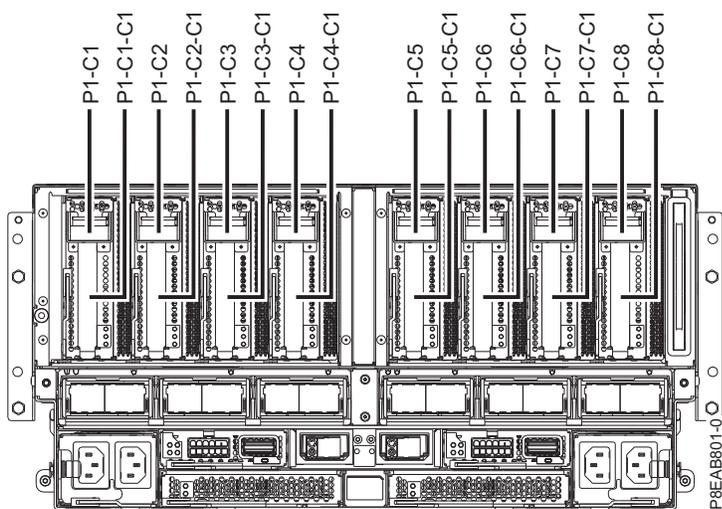

Figura 37. Localizações de ranhuras de adaptadores PCIe no sistema
3. Determine a ranhura em que pretende instalar um adaptador PCIe. As ranhuras do adaptador PCIe encontram-se na parte posterior do sistema. A Figura 37 mostra os códigos de localização do adaptador PCIe.